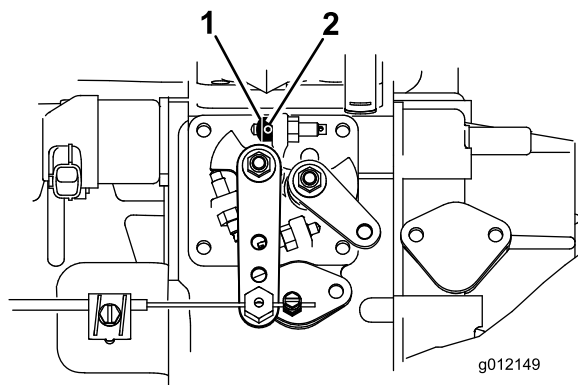

Рисунок 6
1. Ослабьте установочный винт на упоре дроссельной заслонки (Рисунок 6).
2. Сдвиньте упор дроссельной заслонки на винт упора высоких оборотов холостого хода (Рисунок 6). Упор дроссельной заслонки должен быть обращен скошенным торцом наружу.